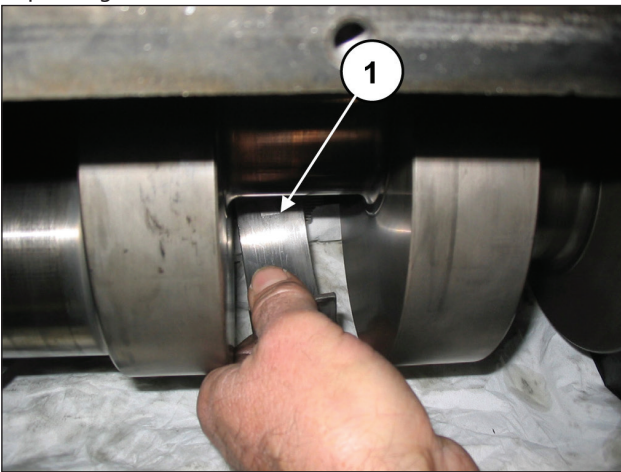

Fig. 28
Dégager les trois demi-coussinets supérieurs des demi-bielles (rep. ①, Fig. 28).